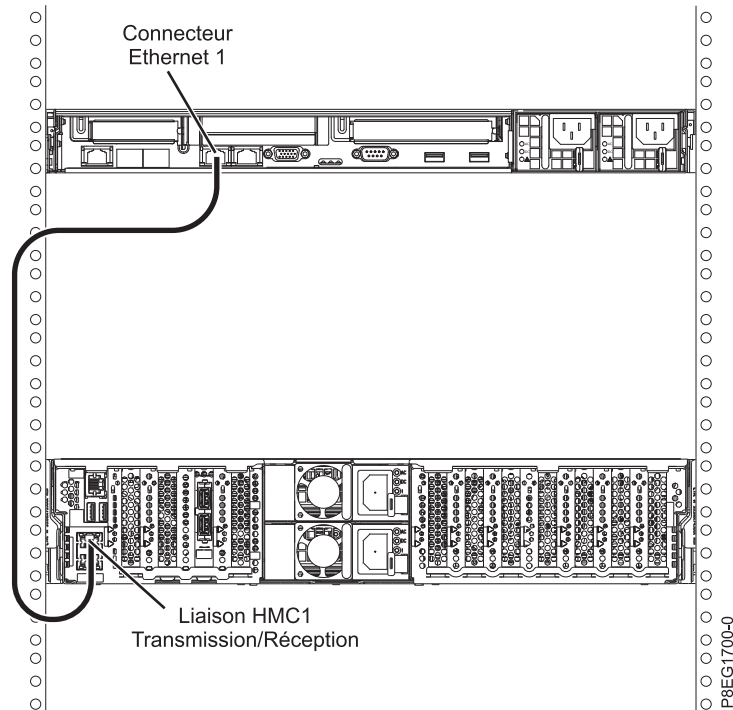

Figure 39. Connexion de la console HMC au système géré
1. Si vous souhaitez connecter directement la console HMC au système géré, reliez le **connecteur Ethernet 1** de la console HMC au port **HMC1** du système géré. Voir figure 39, à la page 47.